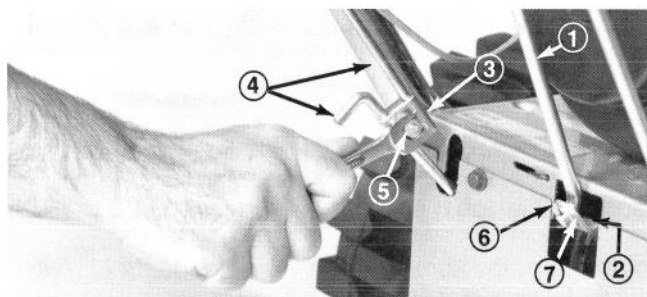

Figure 2
3. Sortez complètement le bras du sélecteur de vitesse et mettez la manette de la plaque de commande en position R pour faciliter le montage (Fig. 2).
4. Installez la tringle du sélecteur de vitesse dans le bras du sélecteur de vitesse et fixez-la avec une rondelle plate et une goupille fendue (Fig. 2).
Remarque: Assurez-vous que le tige inférieure soit en dessous de la tige supérieure avant de serrer l'écrou de blocage (Fig. 2).